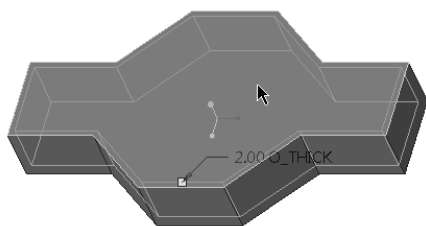

图 6-34 指定要移除的面
4) 在“壳”选项卡中单击“参考”标签，打开“参考”面板。“移除的曲面”收集器处于活动状态，选择图 6-34 所示的实体上表面作为要移除的曲面。